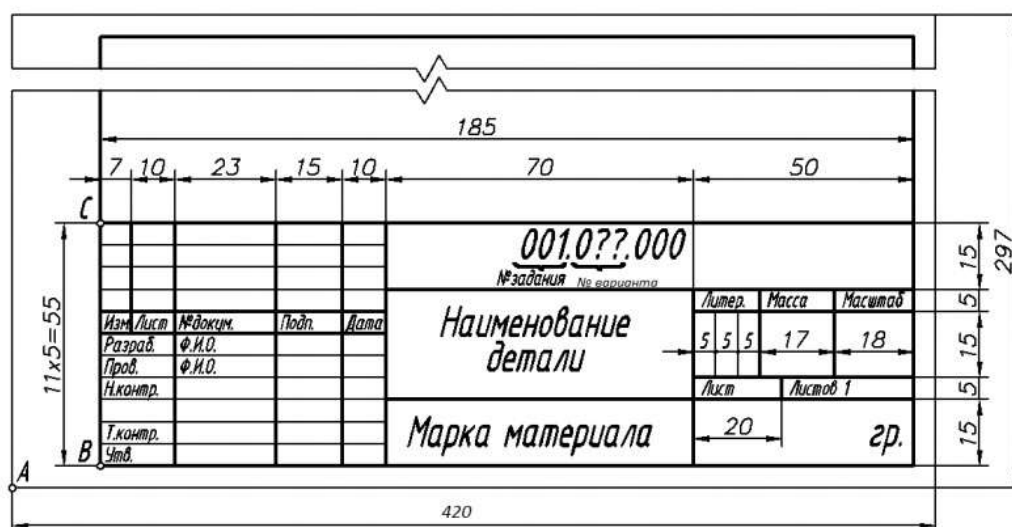

Рис. 45. Основная надпись по ГОСТ 2.104-2006
5.1. Построить первую вертикальную линию основной надписи, смещенную относительно базовой точки *C* (см. рис. 45) на 7 мм.
5.2. С помощью команды *Копировать* или *Подобие* построить все остальные вертикальные линии (см. рис. 45).